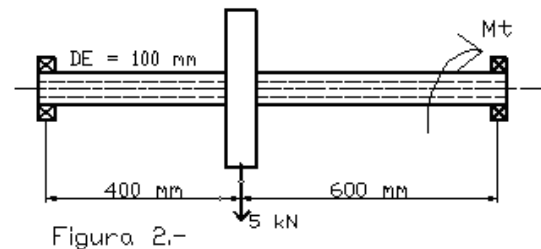

Figura 2.-
2.- La flecha que se muestra en la figura 2 soporta un torque de 6000 N-m ¿ Qué tan grande podrá hacerse un agujero a lo largo de la flecha si es de acero 1045 laminado simple. Las cargas son estables y la flecha gira. Use Código ASME.